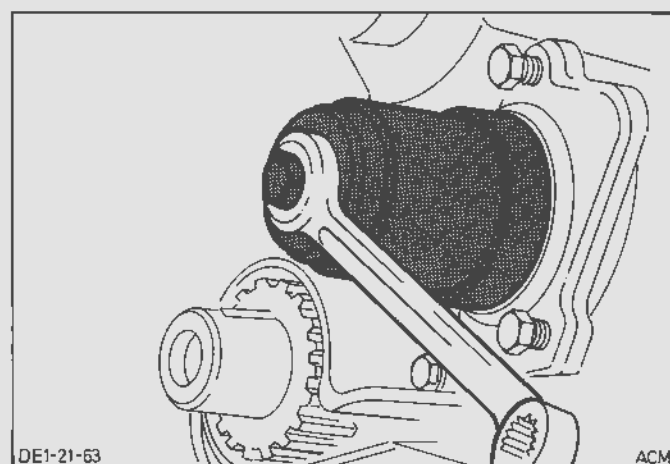

Fig.151. Monter pakdåse og fordæksel med specialværktøj
16. Smør pakdåsens tætningsflig og hjælpeakslens ende med olie. Træk pakdåsen ind i fordækslet med specialværktøj 21-009-B, Fig.151